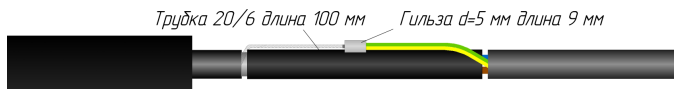

Рисунок 7
2.11. На место соединения надвинуть термоусадочную трубку п.2 20/6 длиной 100 мм, при этом жгут из экранирующей оплётки и жилу защитного заземления монтажного провода вывести из под торцов и разместить поверх трубки. Усадить трубку п.2 20/6 длиной 100 мм.. Температура усадки от 115°C до 140°C. Соединить жгут из экранирующей оплётки саморегулируемого кабеля и жилу защитного заземления монтажного провода при помощи гильзы медной лужёной п.9 длиной 9 мм и обжать ручным кримпером. (см. Рисунок 7).